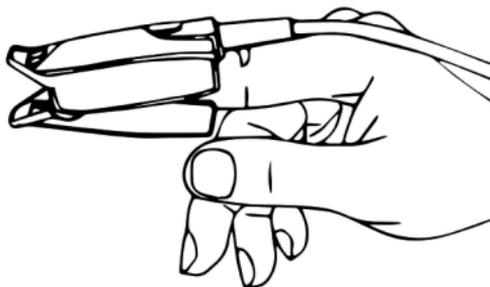

Figura 3.1 Dimostrazione della sonda SpO2
3. Inserire un dito (l'indice è preferibile, l'unghia non deve essere troppo lunga) nella clip della sonda in corrispondenza con il segno del dito, come mostrato nella figura 3.1.